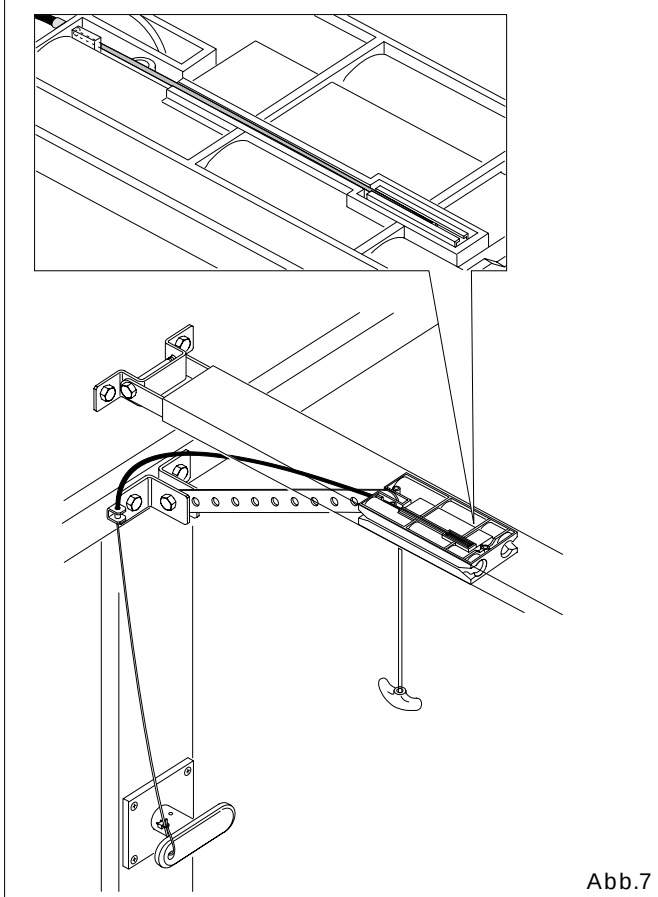

Abb.7
5.1 Wird die Installation einer externen Entriegelungsvorrichtung (Optional) vorgesehen, ist der Schlitten aus seiner Führung herauszunehmen und das Kabel in den dazu vorgesehenen Sitz auf dem Schlitten gemäß Abb.7 einzulegen.